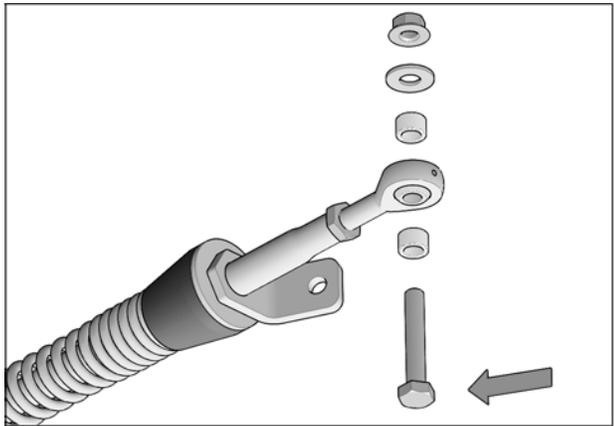

Fig. 16
3. Retirer les boulons, rondelles, espacers et écrous installés aux rotules des bras stabilisateurs des systèmes avant. Voir la Fig. 16